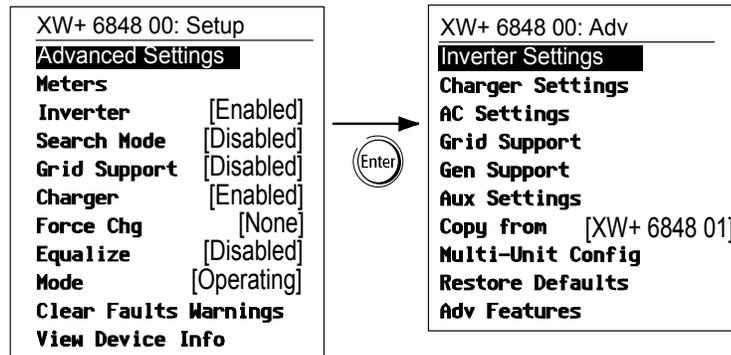

Figura 3-2 Selecionando definições avançadas
- No menu `Setup` (Configuração), com `Basic Settings` (Configurações básicas) ou `Advanced Settings` (Configurações avançadas) selecionadas, pressione **Enter**. Consulte Figura 3-2.